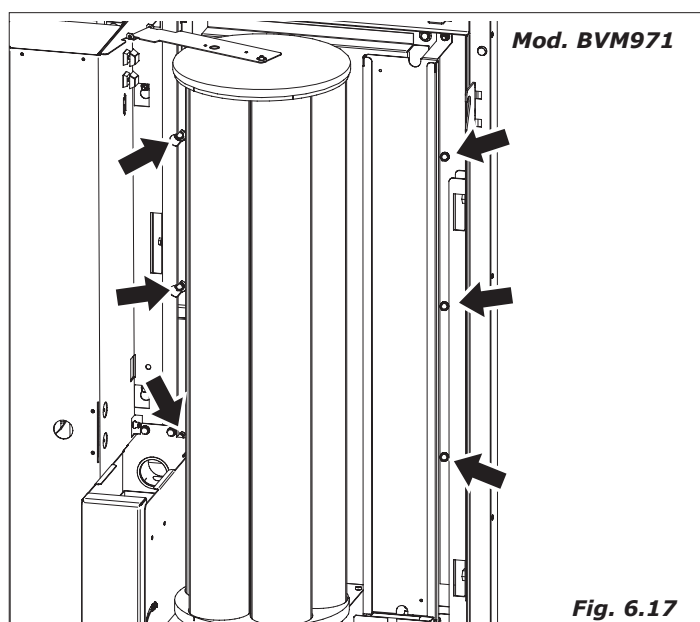

Fig. 6.17
- Svitare le sei viti trilobate poste all'interno della porta e rimuovere il lexan frontale (Fig. 6.17).